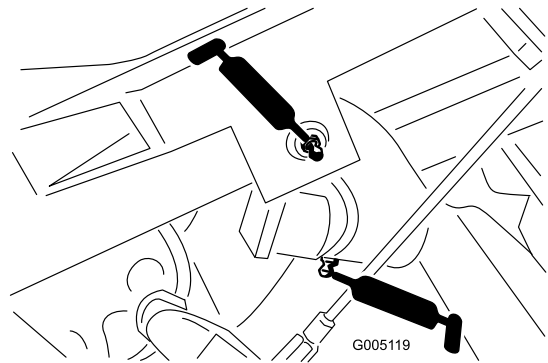

Figure 37
- Pivot de bras de relevage (3) et articulation de pivot (3) (Figure 37)